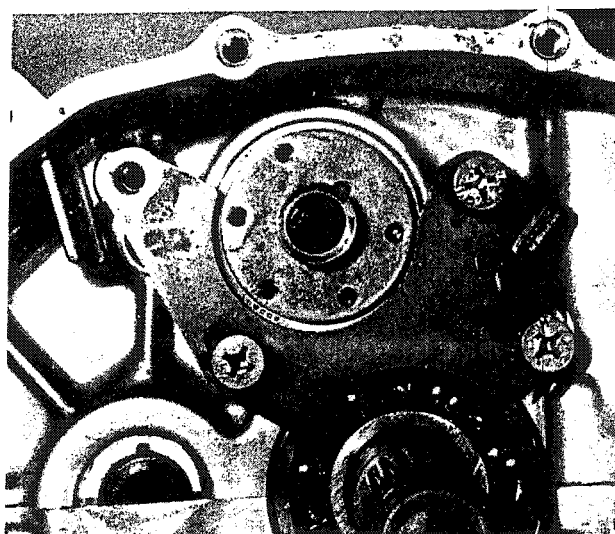

Bild 121
- Die Halteplatte für die Schaltwalze in das Primär-antriebsgehäuse einsetzen und mit drei Senkschrauben befestigen. Honda empfiehlt, die Schrauben nach dem Festziehen mit einem Körnerschlag zu sichern. Die Schrauben können auch mit einer flüssigen Gewindesicherung gesichert werden (Bild 121).